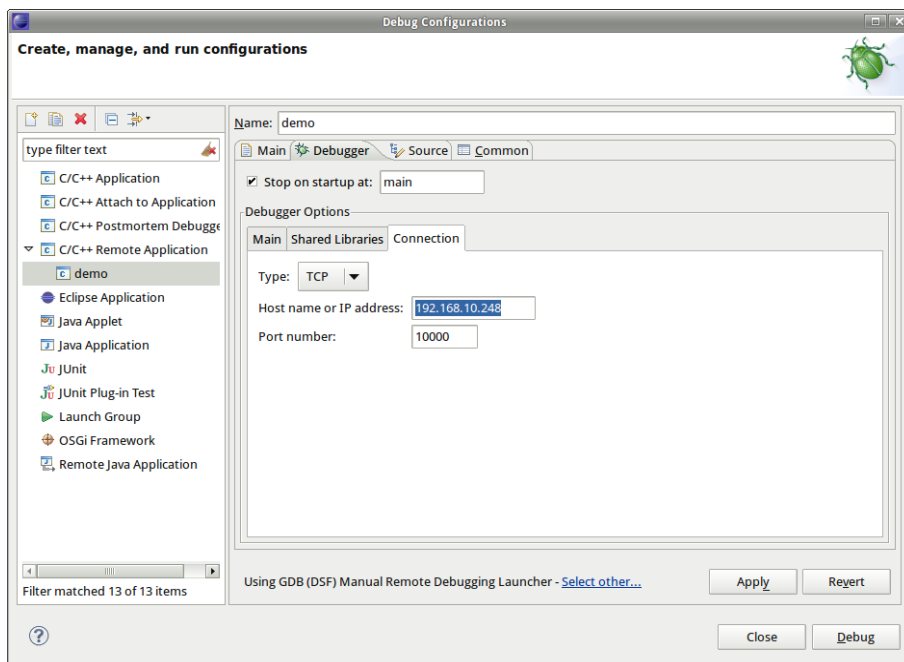

Bild 58: Konfiguration der Verbindung zum Target
Dabei ist `"192.168.10.123"` die IP-Adresse des Linux-Entwicklungssystems (zur Ermittlung der IP-Adresse siehe Abschnitt 6.5). Die nach dem Doppelpunkt folgende Portnummer (hier: `"10000"`) ist frei wählbar, sie muss jedoch mit der nachfolgend im Punkt 2.3 innerhalb von Eclipse für die Target-Verbindung angegebenen Portnummer korrespondieren (auch siehe Bild 58).
2.3 Konfiguration der Verbindung zum Target (siehe Bild 58)
Die Konfiguration der Verbindung zum Target erfolgt ebenfalls im Tabsheet *"Debugger"*. Dazu sind in der Sektion *"Debugger Options"* im Unter-Tabsheet *"Connection"* die entsprechenden Informationen einzutragen (siehe Bild 58). Im Feld *"Host name or IP address"* ist die im Abschnitt 5.4 festgelegte IP-Adresse für das ECUcore-iMX35 einzutragen (für das angegebene Beispiel: *"192.168.10.248"*). Im Feld *"Port number"* ist die beim Aufruf des Befehls *"gdbserver"* im Punkt 1.4 definierte Portnummer anzugeben (für das angegebene Beispiel: *"10000"*).